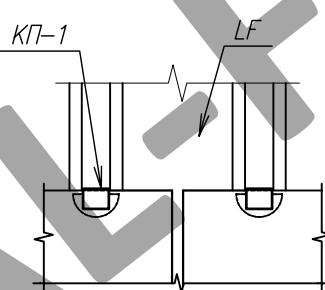

Рис. 4. Схема установки
Направляющая вставляется в удлинитель кронштейна, в проектное положение. Затем просверливается отверстие, диаметром 6,2 / 8,2 мм, и крепится болтовым соединением М6/М8 (смотреть по проекту), с усилием затяжки 50Н (рис. 4).
3.3. На концевой кляммер KK-1, KK-1,2 устанавливается керамогранит, прижимается к направляющей и фиксируется поворотным кляммером КП-1, КП-1,2 следующим образом: поворотный кляммер КП-1, КП-1,2 в вертикальном положении вставляется в паз направляющей LF 501/LF 51 (рис. 4, а), поворачивается на угол 90 градусов (рис. 4, б), и опускается до упора на керамогранитную плиту (рис. 4, в).